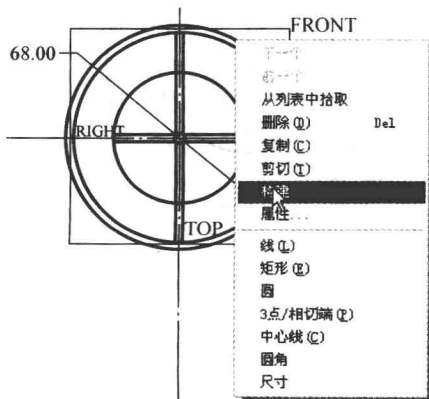
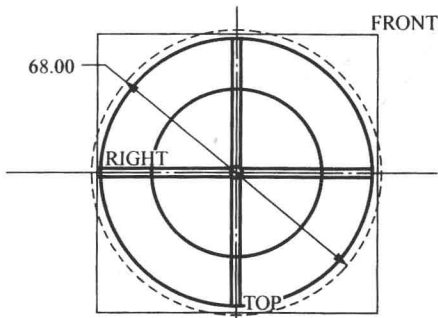

图 1.1-22 快捷菜单
图 1.1-23 构造圆
(2) 单击按钮，以坐标原点为圆心，绘制一个圆，并将尺寸修改为 68，单击选择圆（红色），将鼠标放在圆上，单击右键，弹出快捷菜单，如图 1.1-22 所示。再单击菜单中的【构建】，圆由实线变成虚线，如图 1.1-23 所示，圆“构建”后作为辅助线，将不作为成形实体的截面线。